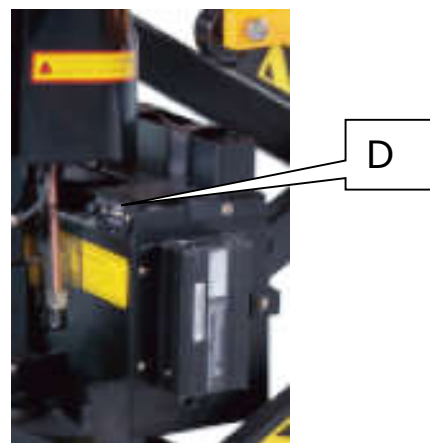

FIG.2
7. Ricaricare la batteria quando la velocità di sollevamento è evidentemente lenta. Sono presenti tre led rossi sull'indicatore (Fig.2 Pos. D). Per ricaricare inserire la spina nella presa di corrente. Assicurarsi che la tensione del Vs. impianto sia compatibile con il raddrizzatore. La batteria verrà automaticamente ricaricata e i led diventeranno gialli. L'operazione di ricarica necessita di circa 4/5 ore.